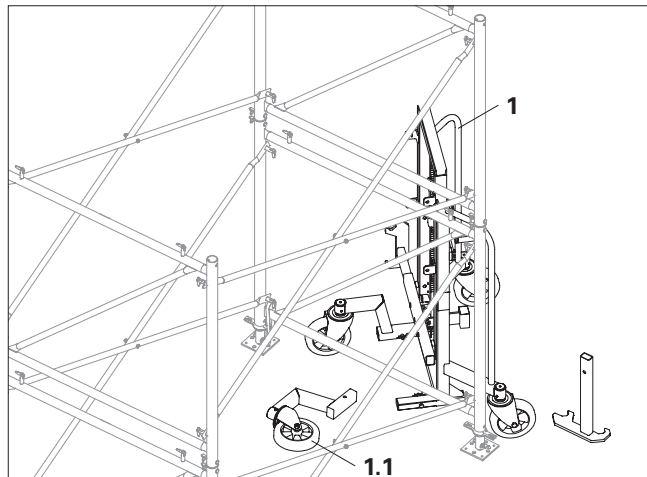

Fig. 26
1. Posizionare il carrello con verricello a cremagliera (1) obliquo rispetto al PD 5 / PD 8 / PD 8 Eco.
3. Spingere il carrello con verricello a cremagliera sotto il PD 5 / PD 8 / PD 8 Eco. (Fig. 26)